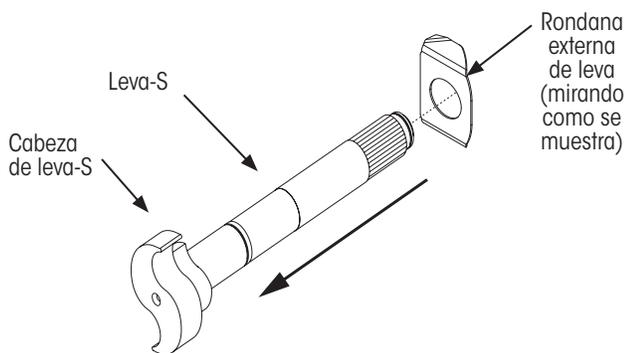

Figura 17: Instalando la rondana externa de la leva
3. **Deslice** la rondana externa de la leva en la nueva leva-S hasta que haga contacto con la cabeza de la leva-S como se muestra Figura 17.